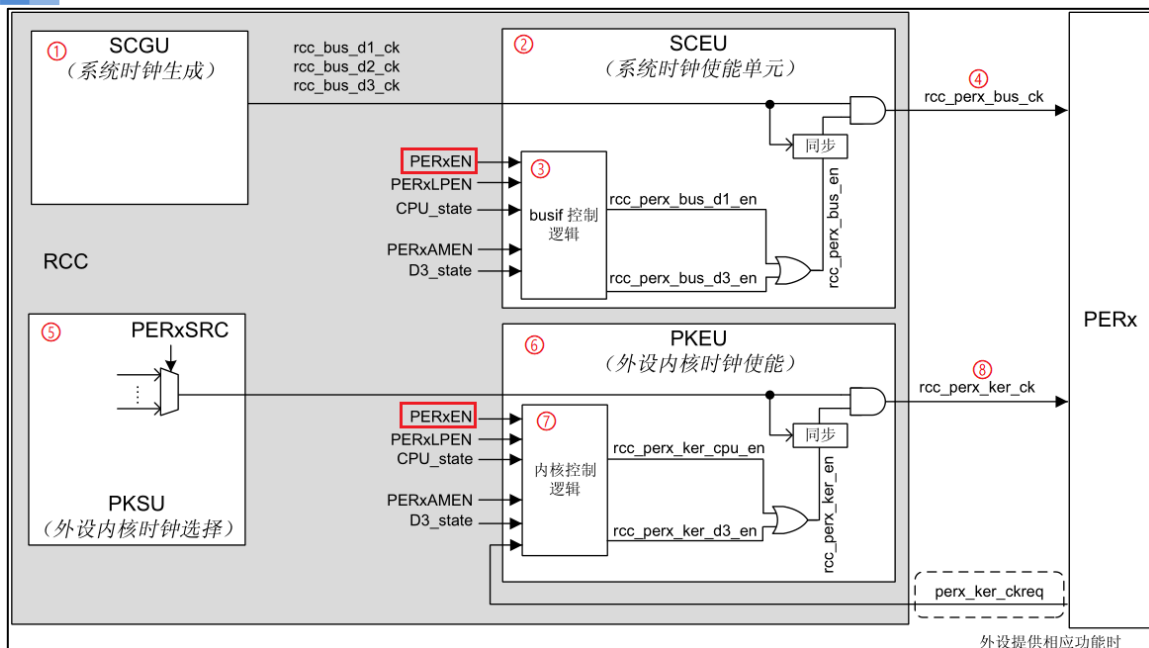

图 8.1.4.1 STM32H750 外设时钟使能框图
接下来我们看看外设时钟使能框图，如图 8.1.4.1 所示：
我们挑选出 8 个重要的地方进行介绍 (图 8.1.4.1 中标出的①~⑧)：